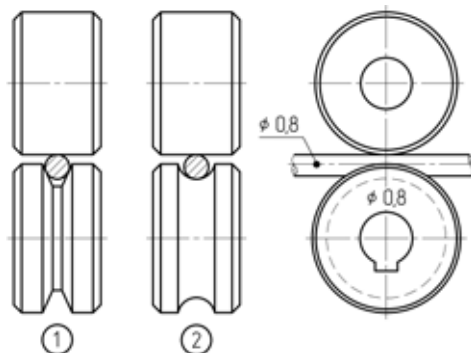

Рис. 7.18. Выбор подающего ролика.
- форма канавки соответствует типу сварочной проволоки (см. рис. 7.18).